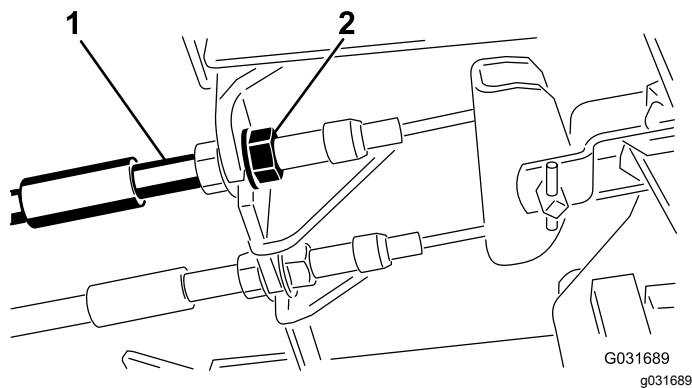

Figura 73
1. Per ridurre il gioco dei pedali del freno, stringete i freni allentando il dado anteriore sull'estremità filettata del cavo del freno (Figura 73).